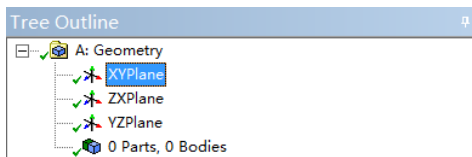

图 3-87 单击 “XYPlane”
1) 在 DM 界面左侧的树结构图中, 选择 “XYPlane” 选项, 如图 3-87 所示。